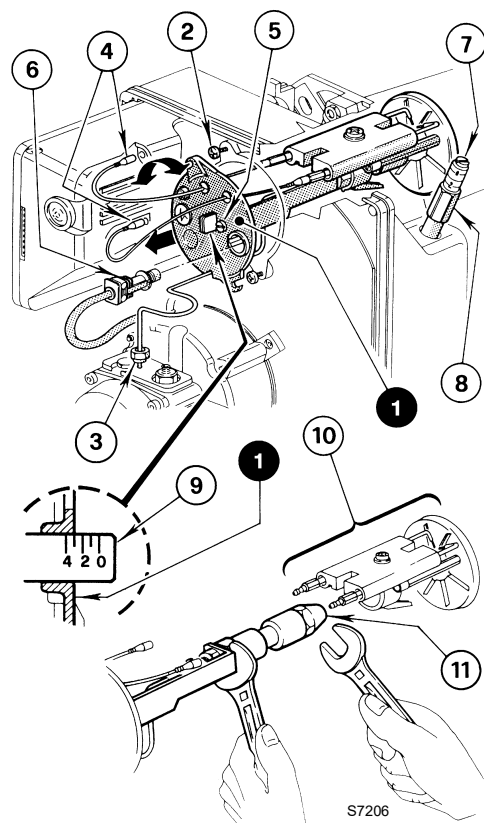
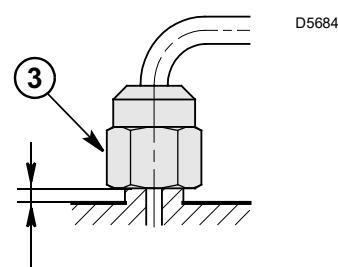

Fig. 13
Fig. 14
- Extraiga el grupo portaboquilla (1) después de haber aflojado los tornillos (2), desenroscado la tuerca (3) y extraído los cables (4) de la caja de control y la fotorresistencia (6).
- Extraiga los cables (4) de los electrodos, extraiga del grupo portaboquilla (1) el grupo de soporte del disco estabilizador (10), después de haber aflojado el tornillo (3).
- **Enrosque la boquilla (11) correctamente apretándola tal como se muestra en la Fig. 13.**
Al reinstalar el grupo portaboquilla (1, Fig. 13), **enrosque la tuerca (3) sin apretarla hasta el fondo**, con un par de torsión de 15 Nm, como se muestra en la Fig. 14.
En la Fig. 13, en pág. 9 el cabezal está regulado para un caudal de 0,75 GPH a 12 bar.
- Para regular el registro de aire, proceda de la siguiente manera (Fig. 13, en pág. 9):
- Afloje la tuerca (8) y regule el registro con el tornillo (7).
- Concluida la regulación, enrosque nuevamente la tuerca (8).